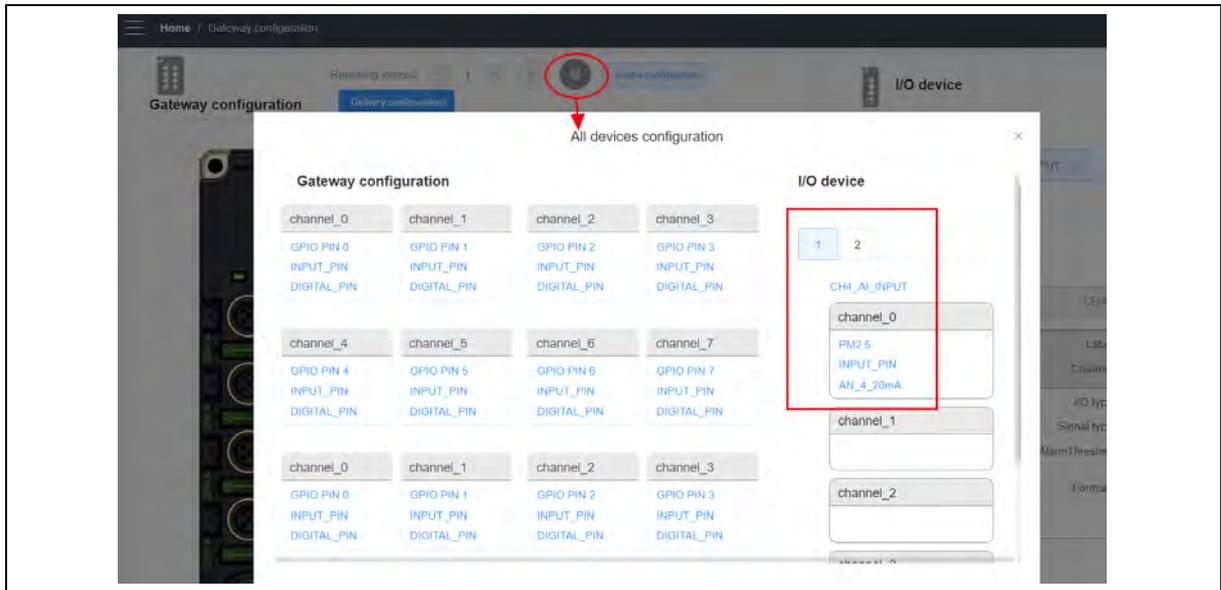

Abb. 47. Vollständige Spider67 Mobile-Systemkonfiguration
- ✓ **Die vollständige Spider67 Mobile-Systemkonfiguration wird angezeigt (Abb. 47).**